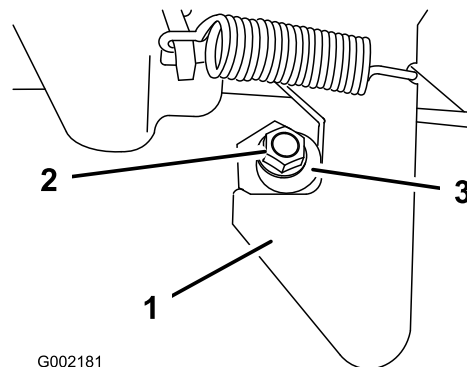

図 50
1. ラッチポストの端についているロックナットをゆるめる  図 50。